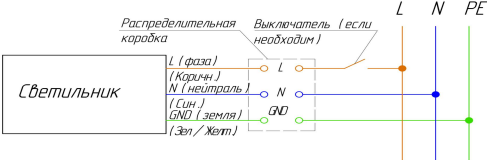

Рисунок 6. Подключение светильника к сети ~230V.
- произведите соединения кабеля светильника с питающим кабелем. Соединение необходимо производить в распределительной коробке, либо другим допустимым по ПУЭ и ПТЭЭП способом. При этом необходимо соблюдать полярность соединения проводов: коричневый – фазный проводник, синий – нейтральный проводник, зеленый/желтый – защитный проводник («земля») см. рисунок 6.